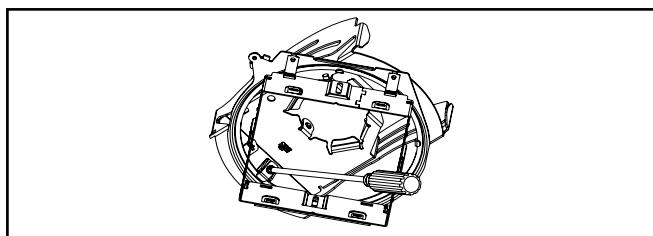

Figure 6.
**Note:** Pour une installation par l'ouverture du plafond, le disque fixe doit être séparé du mécanisme de réglage, passé par l'ouverture puis être installé comme décrit ci-dessus. Pour ce faire, dévissez la vis de serrage puis faites pivoter pour libérer le disque (Figure 6.).